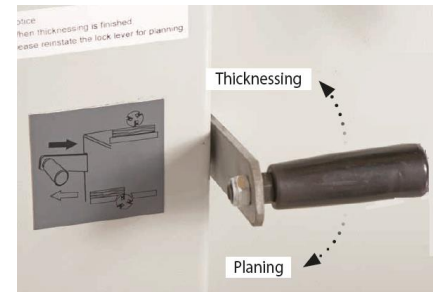

Fig. 24
3. Enclencher le levier de verrouillage pour engager la fonction de rabotage, voir Fig. 24.